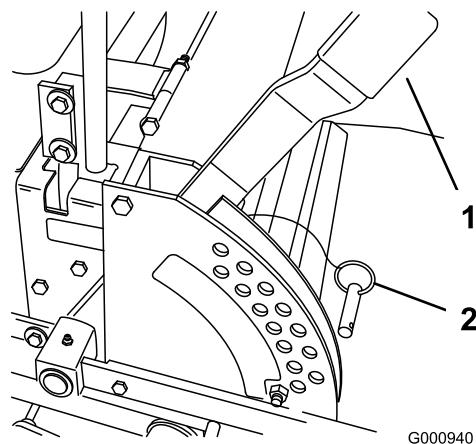

Bild 16
1. Heben Sie den Schnitthöhenhebel in die Transportstellung (entspricht der Schnitthöheneinstellung von 127 mm) (Bild 16).
2. Entfernen Sie den Lastösenbolzen zum Einstellen der Schnitthöhe aus der Schnitthöhenhalterung (Bild 16).
3. Wählen Sie das Schnitthöhenloch in der Schnitthöhenhalterung, das der gewünschten Schnitthöhe entspricht, und stecken Sie den Lastösenbolzen wieder ein (Bild 16).